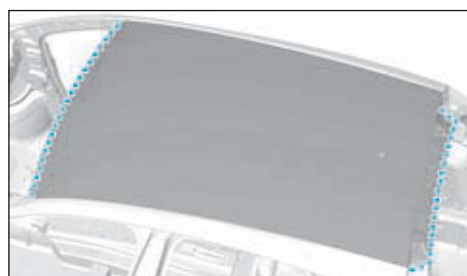

FIG.131
- Souder par points électriques (Fig.131).